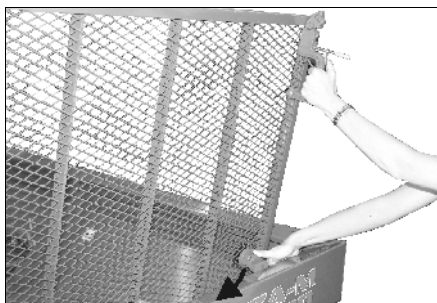

Fig. 18
- Før beskyttelsesgitteret klappes ned skal låsen trykkes ned (Fig. 18).